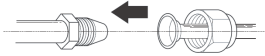

Fig. 18 -
- Laat de uiteinden van de eerder opgetrompte leiding ("Fig. 18 -") samenvallen met de aansluitingen op de binnenunits.